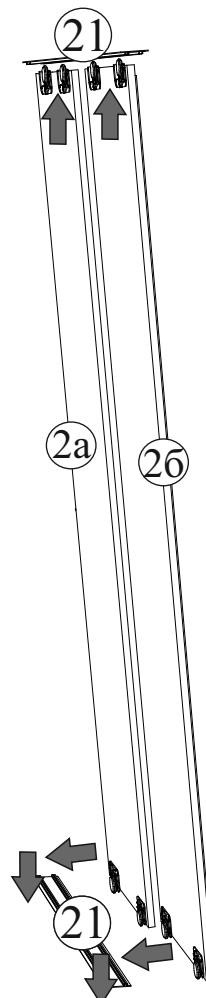

Рис.13
15. И последнее - это установка ручек в отверстия на дверях-купе, поклейка самоклеющегося щелгеля на торец двери со стороны ручки и установка готовых дверей в шкаф (рис.13). После установки двери отрегулировать по боковинам шкафа с помощью регулировочных винтов на нижних роликах.